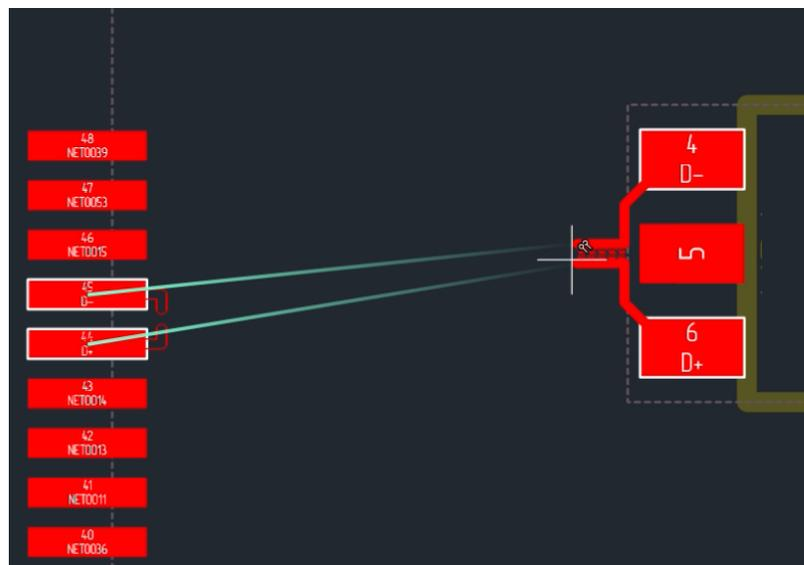

Рис. 370 Определение геометрии схождения
2. Отдельная фиксация геометрии схождения не требуется, см. Рис. 370;